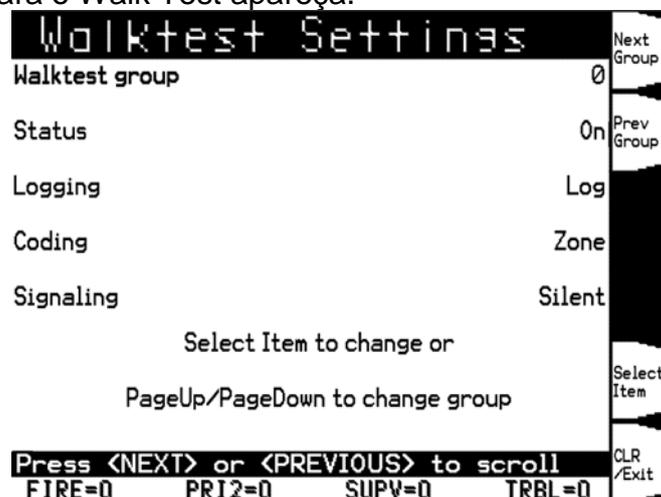

Figura 32 - Tela do Walk Test
2. Use as teclas NEXT e PREVIOUS para navegar até "Walktest". Pressione ENTER. Aparecerá uma tela similar à da figura 32.
Cada uma das opções mostradas na Figura 32, acima, pode ser selecionada pressionando os botões NEXT ou PREVIOUS para ir até o recurso.